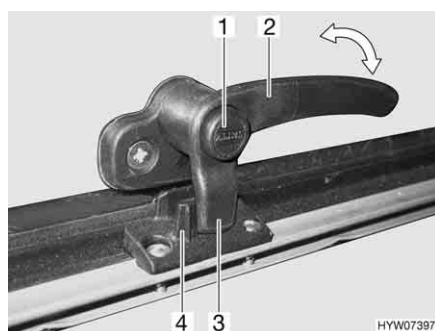
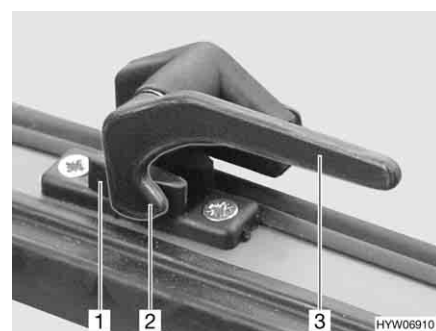

Fig. 102 Levier de verrouillage avec bouton de sécurité en position "Fermé"
Fig. 103 Levier de verrouillage en position "Fermé"
- S'il existe, appuyer sur le bouton de sécurité (Fig. 102,1) et le maintenir enfoncé.
- Tourner tous les leviers de verrouillage (Fig. 102,2 ou Fig. 103,3) d'un quart de tour vers le centre du lanterneau.
- Tourner tous les leviers de verrouillage (Fig. 102,2 ou Fig. 103,3) d'un quart de tour vers le cadre. Le tenon de verrouillage (Fig. 102,3 ou Fig. 103,2) repose sur le côté intérieur du verrouillage du lanterneau (Fig. 102,4 ou Fig. 103,1).
- En position "Fermé" (Fig. 102 et Fig. 103)